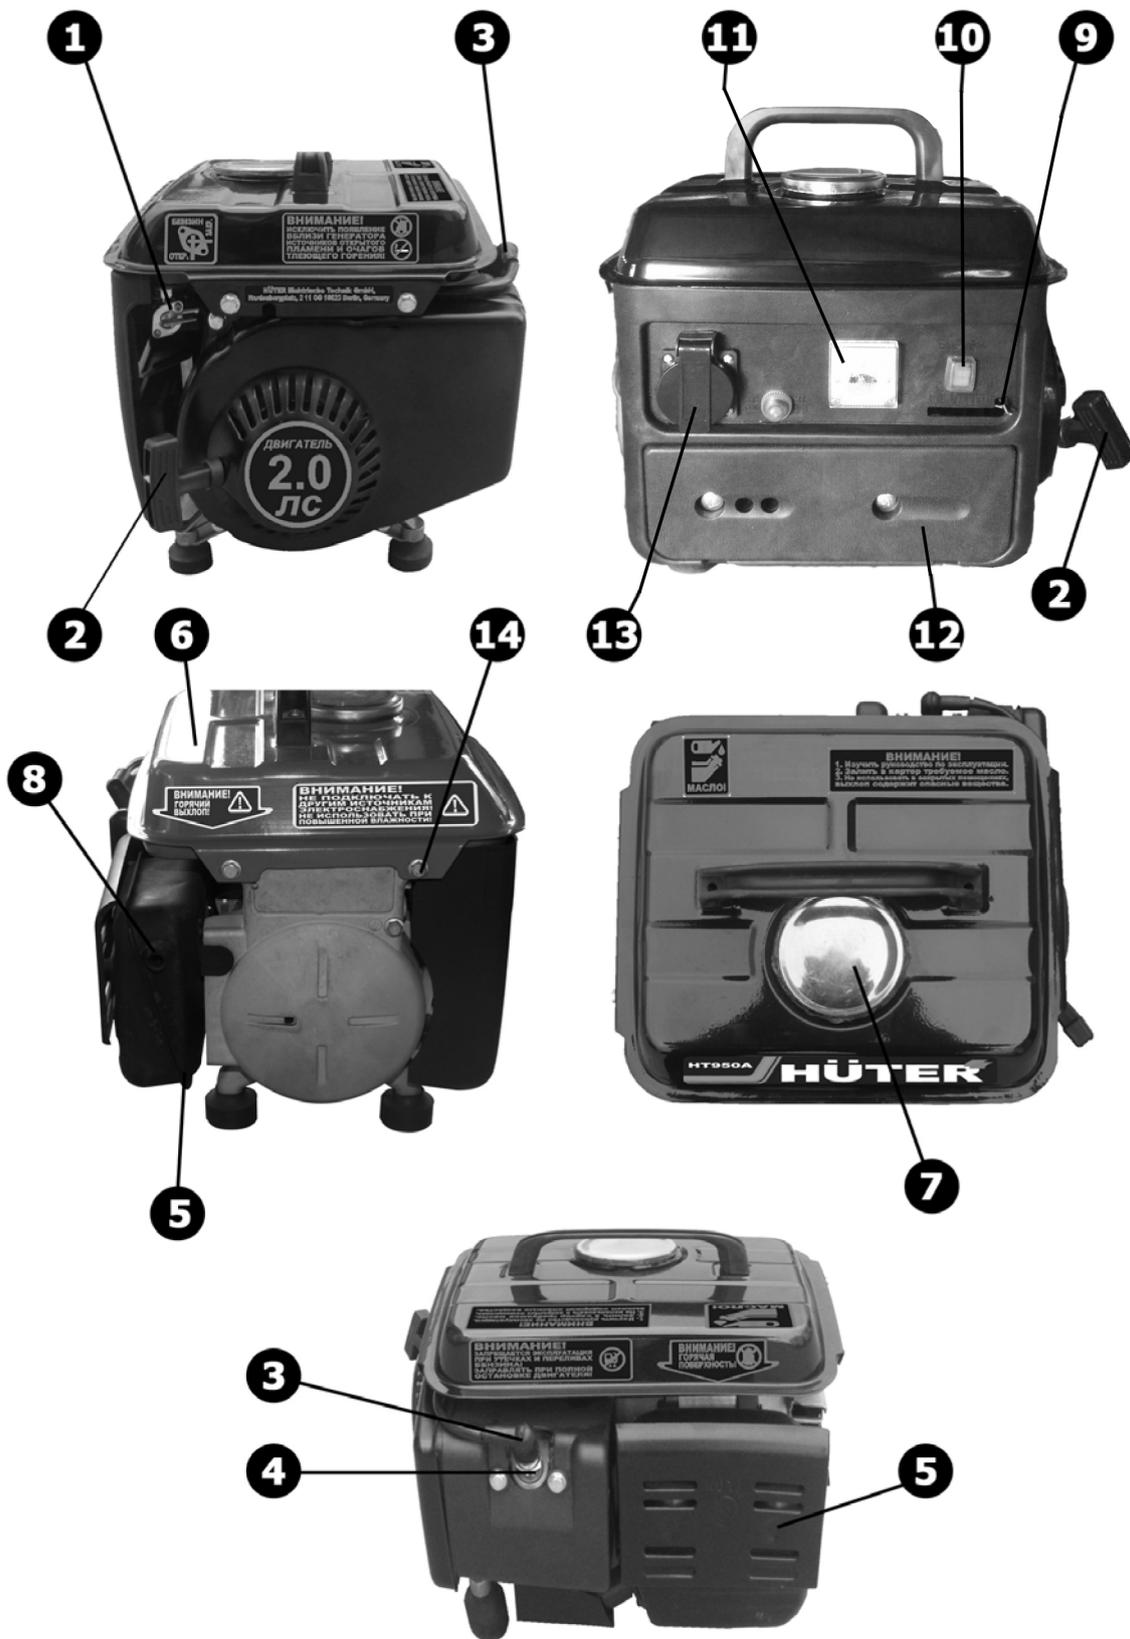

Рис. 1
- Перевести выключатель двигателя (поз.10 рис.1) в отключенное положение «0».
- Плавнo вытянуть до упора трос ручного стартера за ручку (поз. 2 рис. 1) и вернуть в исходное положение (см. также рис. 4).
- Перевести выключатель двигателя (поз. 10 рис. 1) во включенное положение «1».
- 6.1 Наличие выходных напряжений цепей тока отображается включением индикаторов. Величина напряжения переменного тока контролируется вольтметром (поз.11 рис.1).
2. Снять высоковольтный провод (поз.3 рис.1) и вывинтить свечу (поз.4) из двигателя, используя свечной ключ 21 мм.
7. При каждом обслуживании рекомендуется очищать от загрязнений поверхность высоковольтного провода (поз.3 рис. 1).